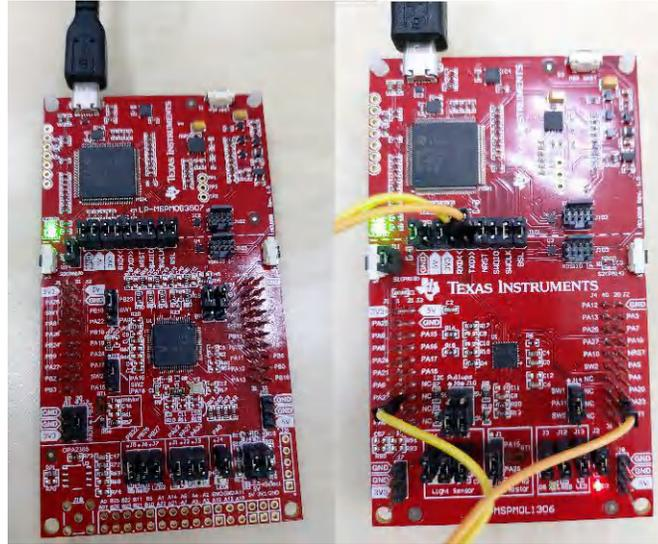

图 3-7. LaunchPad 套件连接 (左：LP-MSPM0G3507，右：LP-MSPM0L1306)
1. 将目标器件和 XDS110 连接到 PC。使用 LaunchPad 套件中集成的 XDS110 时，请将 Micro USB 电缆连接到 PC，如图 3-7 所示。